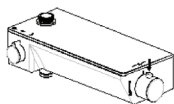
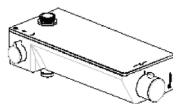

Рис. 11-3
Рис. 11-4
3. Регулятор температуры воды находится справа и по умолчанию установлен в положение на 38°C, нажмите на кнопку и вращайте ручку регулятора против часовой стрелки, чтобы повысить температуру воды (рис. 11-3), температура воды будет медленно понижаться, если мы повернете ручку регулятора температуры по часовой стрелке (рис. 11-4).